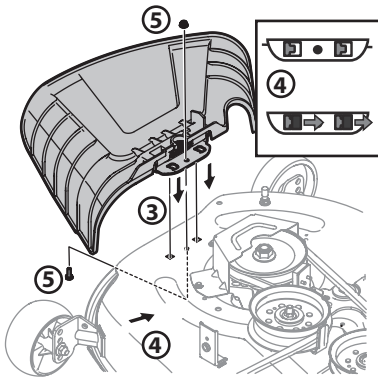

Figure 9
3. Placez le déflexeur de la goulotte d'éjection sur le plateau, veillez à insérer les languettes du déflexeur de la goulotte d'éjection dans les orifices du plateau. Consultez la Figure 9.
4. Faites glisser le déflexeur de la goulotte d'éjection vers l'arrière du tracteur jusqu'à ce que le trou de boulon du déflexeur de la goulotte d'éjection soit dans l'alignement du trou du plateau. Consultez la Figure 9.